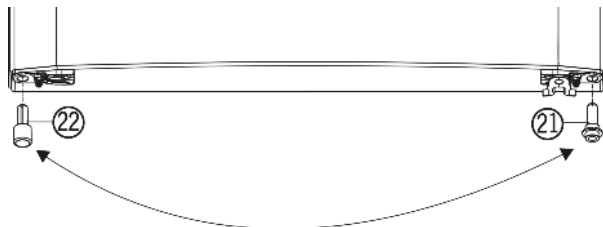

Fig. 5
- ▶ Spodaj levo iz vrat vzemite distančnik Fig. 5 (22).
- ▶ Distančnik Fig. 5 (22) v vrata znova vstavite spodaj desno.